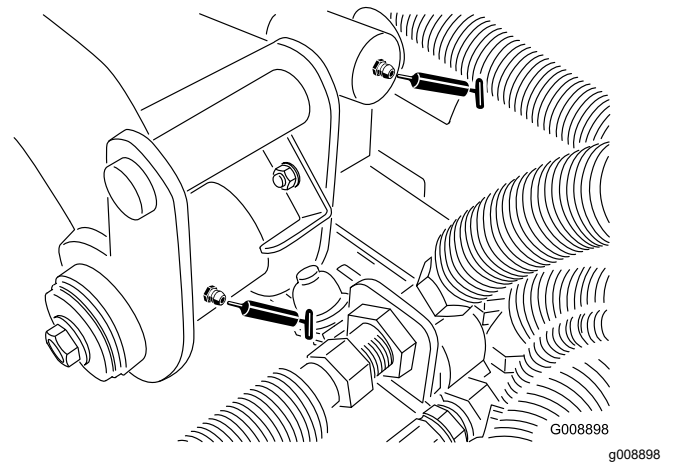

Bild 37
- 2 hintere Hubarm-Drehbüchsen und Hubzylinder (**Bild 37**)